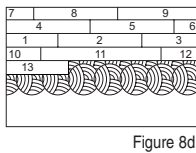

Figure 8d
- S'assurer de ne pas étaler d'adhésif trop loin de la zone de travail (Figure 8d).